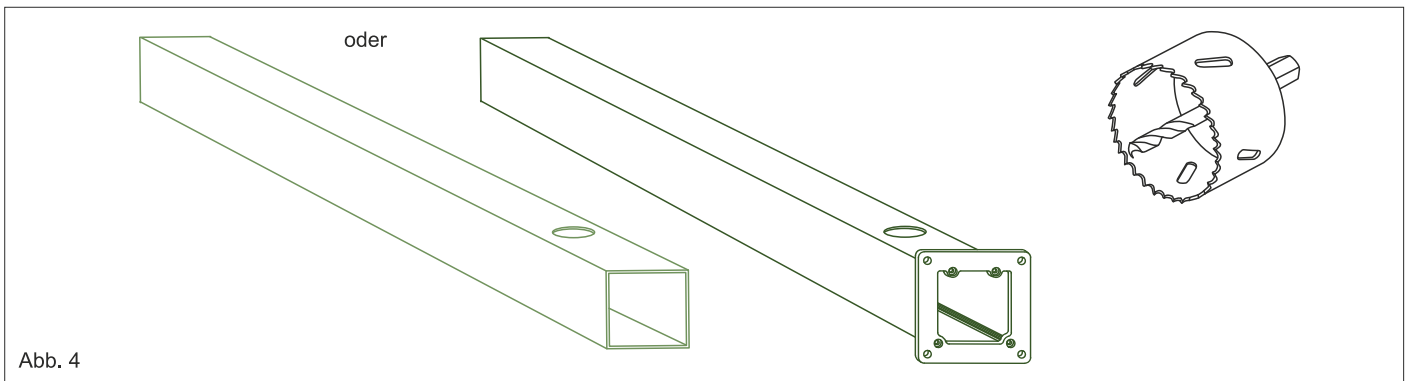

Abb. 4
5. Das Flacheisen dient der Stabilisierung der Rinne. Das eine Ende vom Flacheisen in die Rinne einführen. Sie können dabei das Rohrgleitmittel (als Zubehör für Abwasserrohre) oder Seife verwenden. Danach beide Enden der Rinne mit Silikon versiegeln. Siehe Abb. 4.
1c. Wiederholen Sie diese Schritte für alle andere in dem Wandprofil vorhandene Löcher und stellen Sie fest, ob das Wandprofil so stabil an der Wand montiert ist, dass dieses die ganze Überdachungskonstruktion, sicher tragen kann. (Befestigen Sie bei einer Überdachungslänge von 8 - 12 m auch das zweite Wandprofil direkt angrenzend an das erste Wandprofil, beachten Sie auch hier die Schritte 1a. - 1d.). Siehe Abb. 4.
**A) B) 3.** In einem der Pfosten wird das Wasserablaufrohr versteckt. Je nach Rohraustritt aus dem Pfosten (sichtbar über die Erdoberfläche oder einbetoniert/eingegraben im Erdreich) markieren Sie die Stelle für den Abfluss an unteren Ende des Pfosten und schneiden Sie mit einem Lochbohrer/einer Lochsäge eine 80mm Öffnung in den Pfosten. Siehe Abb. 4.
4. Befestigen Sie nun jeden Mittelsparren jeweils mit 2 Schrauben an dem Wandprofil und an dem Rinnenprofil. Zusätzlich wird jeder Mittelsparren mit einer Schraube an den Rinnenprofil von unten angeschraubt. Siehe Abb. 4.
1. Die Polycarbonatplatten werden bereits mit dem Klebeband verschlossenen Kanten geliefert. Wenn Sie die Polycarbonatplatten gekürzt haben oder diese ohne die verschlossenen Kanten geliefert bekommen haben, so empfehlen wir die Kanten mit dem Atmungsaktiven Klebeband zu verkleben umso die Verschmutzungen in den Hohlkammern der Platten zu vermeiden. Siehe Abb. 4.
4. Zum einrasten der Sparrenabdeckungen können Sie einen Gummihammer, mit angemessener Kraft, verwenden. Beachten je nach Ausführung ihrer Terrasse die untere Abbildung. Siehe Abb. 4.